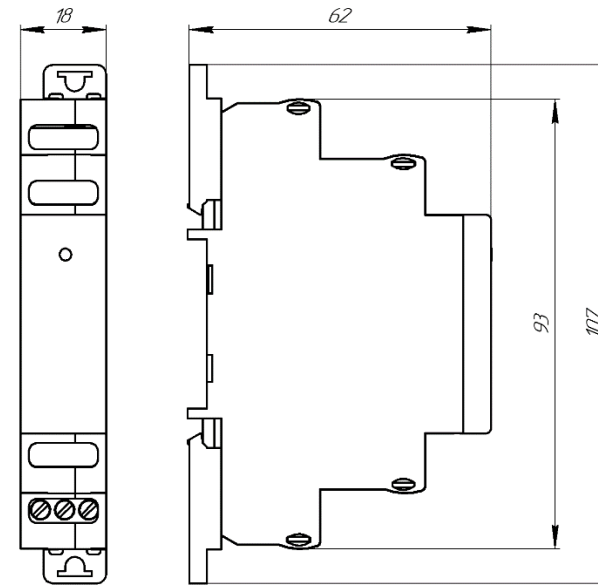

Рисунок 1 - Габаритные размеры УЗИП
1.4.4 Габаритные размеры УЗИП представлены на рис. 1. Принципиальная электрическая схема УЗИП представлена на рис. 3.